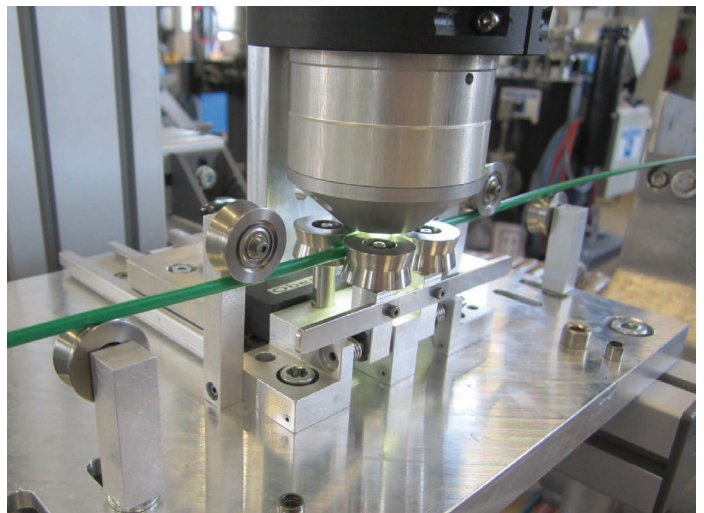

Bild 6: Rollenführung einer Farbmessung am Kunststoffstrang
Für dieses Verfahren ist ein kleiner, kompakter Messkopf notwendig, der in Verbindung mit einem Spektralphotometer und automatischer Kalibriervorrichtung in Kombination mit einem Infrarot (IR)-Temperatursensor berührungslose Messungen ermöglicht. Hier wird ein ruhiger Bandlauf durch Rollenführungen (Bild 6) erreicht und Messschwankungen durch Temperaturkompensationen ausgeglichen. ◀